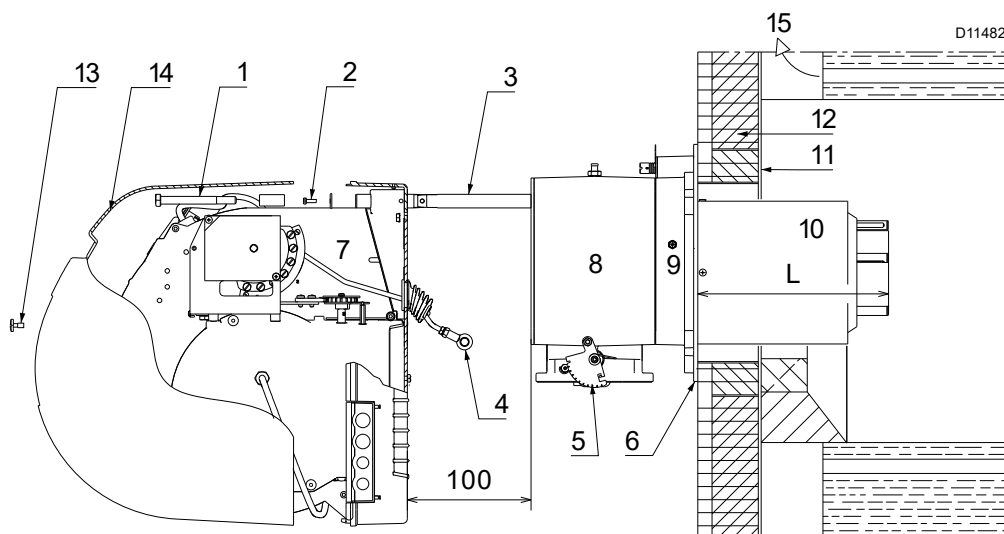
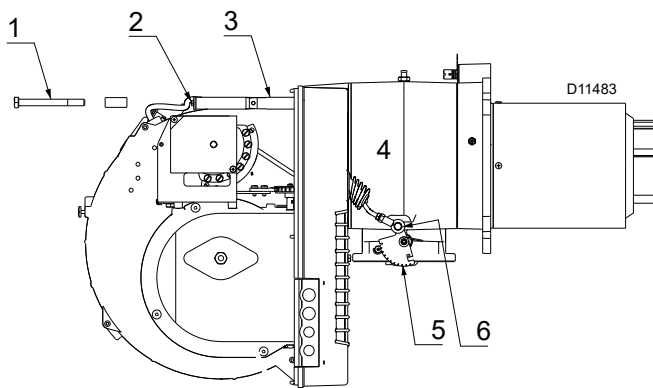

Fig. 10
Fig. 15
Per le caldaie con giro dei fumi anteriore 1)(Fig. 10), o con camera ad inversione di fiamma, eseguire una protezione in materiale refrattario 5), tra refrattario caldaia 2) e boccaglio 4).
Per le caldaie con il frontale raffreddato ad acqua non è necessario il rivestimento refrattario 2)-5)(Fig. 10), se non vi è espressa richiesta del costruttore della caldaia.
Separare quindi la testa di combustione dal resto del bruciatore, (Fig. 10).
- Fissare la flangia 9) (Fig. 10) alla piastra della caldaia interponendo lo schermo isolante 6) (Fig. 10) dato a corredo.
Terminata la regolazione della testa, rimontare il bruciatore sulle guide 3)(Fig. 15) a circa 100 mm dal manicotto 4) - bruciatore nella posizione illustrata dalla Fig. 10 a pag. 14.
- Inserire il cavo della sonda ed il cavo dell'elettrodo e quindi far scorrere il bruciatore fino al manicotto, bruciatore nella posizione illustrata dalla (Fig. 15).